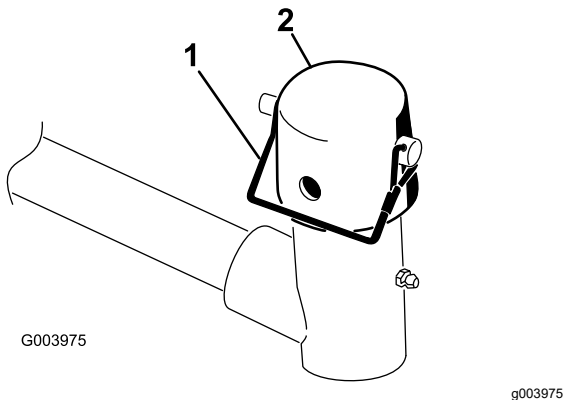

Figura 9
9. Togliete il perno di ritenuta e il cappuccio dalla forcella di articolazione del braccio di sollevamento (Figura 9).